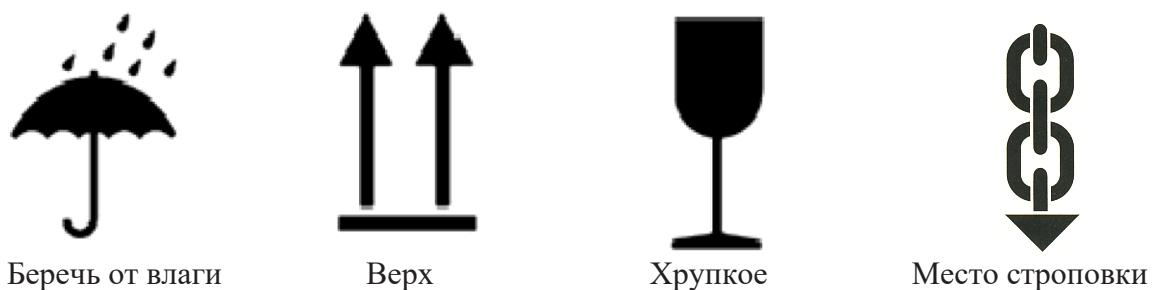

Рисунок 7 Манипуляционные знаки на упаковке
- При транспортировании, подъеме, перемещении и складировании учитывать центр тяжести оборудования. Строповку осуществлять только за обозначенные места. Строго соблюдать требования манипуляционных знаков, нанесенных на упаковку (Рисунок 7).